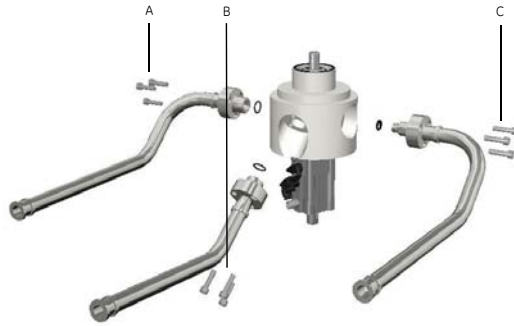

Figura 5.72: Bulloni di collegamento dei tubi al corpo della valvola di gestione della fase mobile.
- 4 Riposizionare l'ingresso dell'impasto semiliquido, sciacquare l'ingresso e i tubi d'ingresso/uscita inferiore fase mobile sulla valvola di gestione. Serrare i bulloni in sequenza fino alla coppia di 2,2 Nm (fare riferimento alla Figura 5.72).
- 7 Rimontare i tubi di ingresso impasto semiliquido e di ingresso risciacquo sul corpo della valvola di gestione della fase mobile e serrare i bulloni del tubo in sequenza fino alla coppia di 2,2 Nm (fare riferimento alla Figura 5.72 A e C).